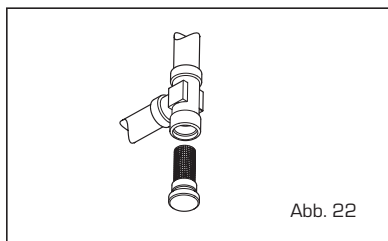

Abb. 22
4.4.3 Reinigung AQUA GUARD FILTER SYSTEM (Abb. 22)
4.4.4 Funktion Estrichtrocknung (Abb. 22/a)